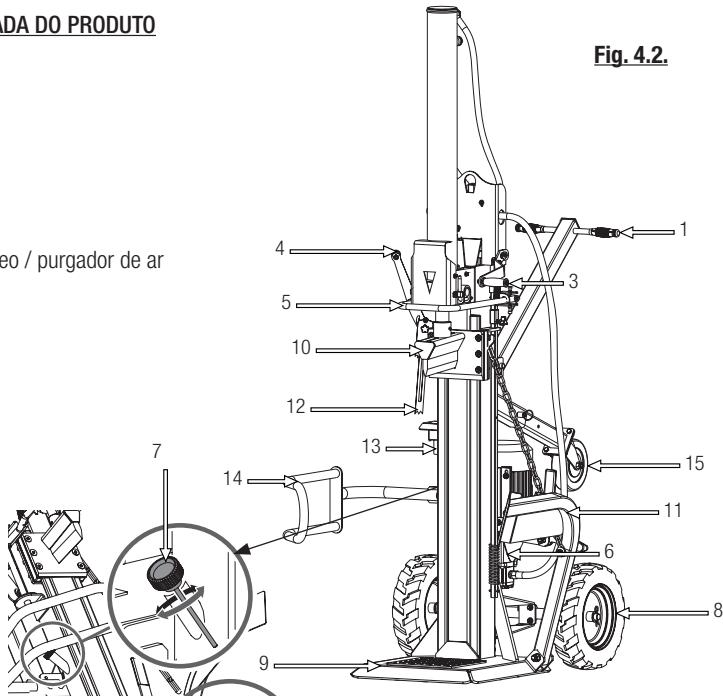

Fig. 4.2.
- Abaixe o cortador (Fig 4.2.-3) e as alavancas de pressão (Fig 4.2.-4) para elevar o cilindro hidráulico ao máximo (1).
- Insira os pinos em L (2) para prender o cilindro hidráulico. Trave os pinos L nas guias habilitadas para isso (3 e 4)
- Solte ambas as alavancas (Fig 4.2.-3) e (Fig 4.2.-4), opere a alavanca de ré (Fig 4.2.-5) para levantar a lâmina. Remova o suporte da lâmina.
3. Coloque o tronco na mesa de trabalho e segure-a usando a garra (Fig 4.2.-12). Para fazer isso, abaixe a alavanca de pressão (Fig 4.2.-4) até que a garra toque o tronco. A garra pode ser ajustada conforme mostrado na figura para se adequar a diferentes alturas de troncos.
4. Enquanto mantém a alavanca de pressão (Fig 4.2.-4) segurando a tronco, move a alavanca de corte (Fig 4.2.-3) para baixo até que toque na tronco. Comece a cortar a tronco pressionando a alavanca de corte até a metade (velocidade lenta e maior força) e quando a tronco estiver aberta, você pode mudar para velocidade rápida empurrando a alavanca totalmente para terminar de dividir o tronco mais rapidamente.
Nota: Este rachador está equipado com o sistema de controle "ZHB" que requer o uso de ambas as mãos. A mão esquerda controla a alavanca de pressão (Fig 4.2.-4) enquanto a mão direita controla a alavanca de corte (Fig 4.2.-3).
5. Para retornar a lâmina à posição inicial, pressione a alavanca de reversão (Fig 4.2.-5)